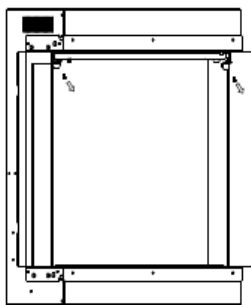

Рис.1
- С помощью отвертки открутите винты в верхней и нижней части стекла. Затем снимите стекло. (Рис.1)